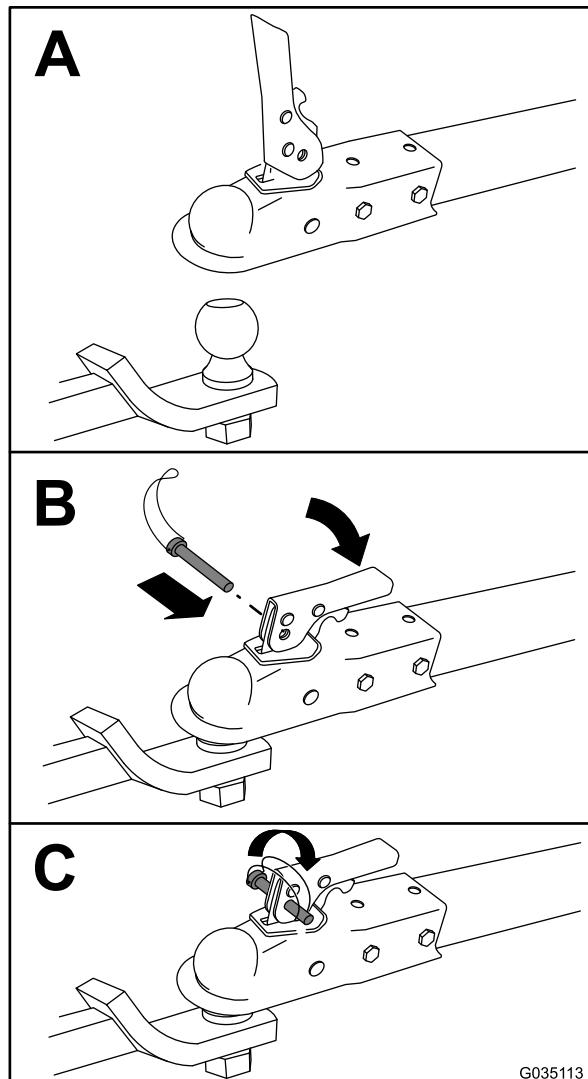

Figura 15
7. Attelez la machine comme montré à la Figura 15.